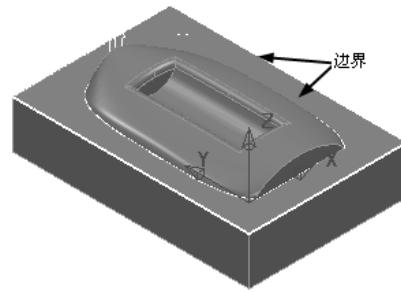

图 3-102 创建的边界 4
3) 在“查看”工具栏上单击“普通阴影”按钮 和“毛坯”按钮 ，隐藏毛坯后边界结果如图 3-102 所示。